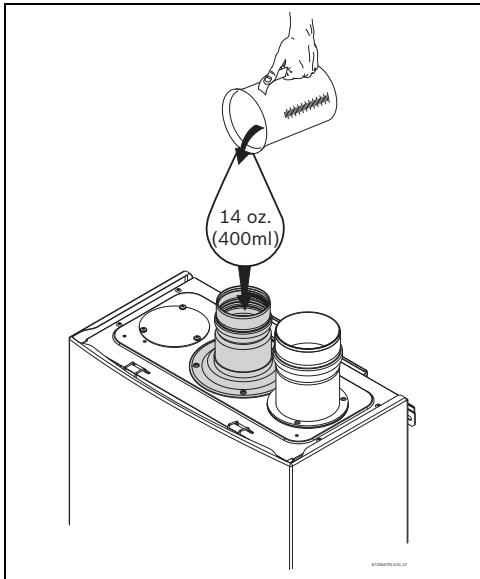

Fig. 28 Llenado del depósito de agua en el primer arranque
- ▶ Llenar el depósito de agua condensada con aproximadamente 400 ml. de agua, a través del accesorio de evacuación del aparato, consultar (Fig. 28 ).